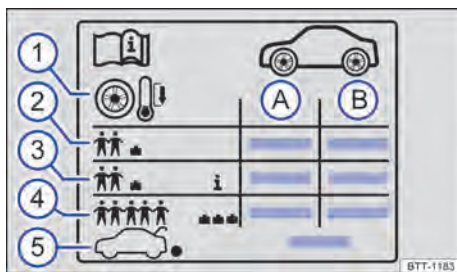

Fig. 192 Etiqueta com as pressões dos pneus.
Indicações na etiqueta de pressão dos pneus → Fig. 192:
- Adequar a pressão dos pneus sempre à condição de carga do veículo → Fig. 192 .